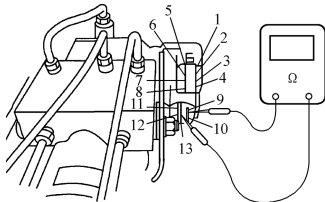

图 3-177 检查 ABS 液压单元电磁阀
1) 关闭点火开关。2) 从托架上拆下插头。3) 断开电磁阀插头。4) 如图 3-177 所示, 用万用表检查 ABS 液压单元端子间电阻、各端子与液压单元壳体之间是否短路。各端子之间标准电阻值。①端子 1 与 12、端子 3 与 12、端子 4 与 12 的电阻为 $6.0 \sim 14.5\Omega$ 。②端子 5 与 12、端子 7 与 12、端子 8 与 12 的电阻为 $3.2 \sim 7.2\Omega$ 。③端子 9 与 13 的电阻为 $26 \sim 40\Omega$ 。④各端子和 ABS 液压单元壳体之间电阻为无穷大。如果检测的数据不符合标准值, 说明电磁阀损坏, 应更换 ABS 液压单元。
(2) ABS 泵电动机检查